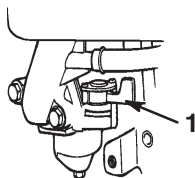

Figure 9
2. Ouvrez le robinet d'essence en tournant le levier vers la **droite** (Fig. 9).